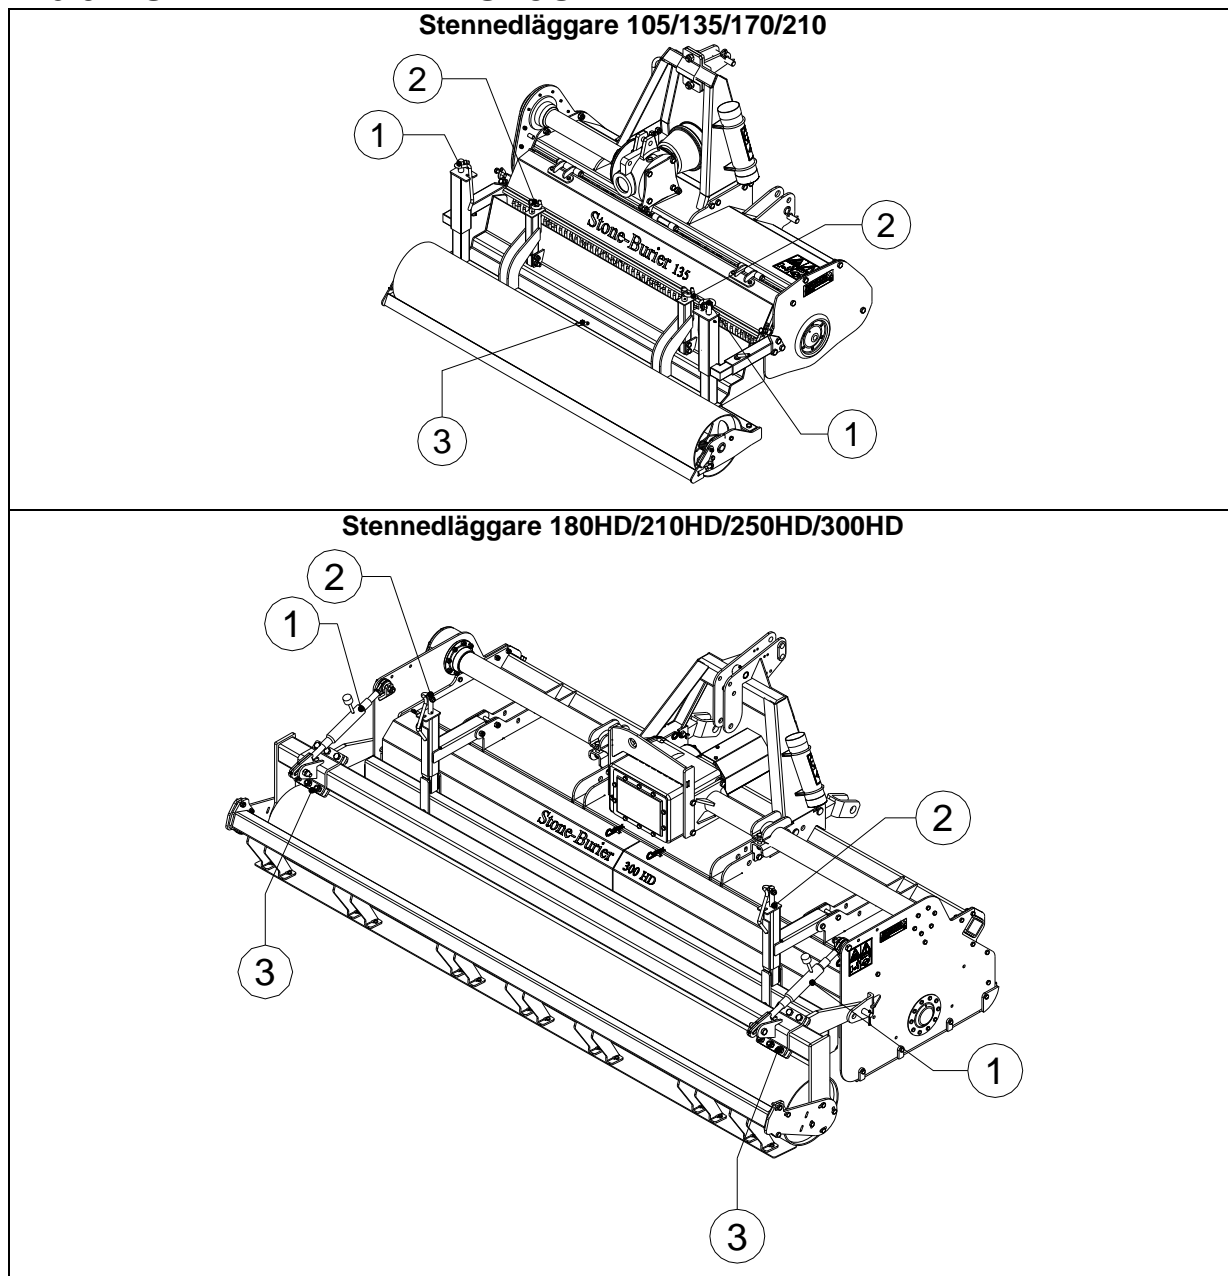

Fig.10
Den bakre rullen kan ställas in med hjälp av de två spindelaxlarna (1). (Se fig. 10).
Utjämningsbalken bak på maskinen ställs in med två spindelaxlar (2). (Se fig.10).
För att få ett bättre resultat kan den bakre rullen sidojusteras. (Se fig. 10). Rullen överlappar då deg redan bearbetade området.